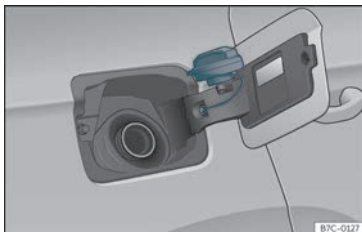

Fig. 197 Tapa do depósito co tapón encaixado.
• Colóqueo no espazo que hai na bisagra da tapa aberta»» fig. 197.